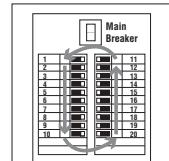

Figura 4
5. Deslice la punta del receptor a lo largo del borde exterior de cada fila de interruptores usando un patrón de pista de carreras como se muestra (Figura 4). Tenga en cuenta que el receptor emitirá un pitido con frecuencia al medir la intensidad de la señal relativa durante la primera pasada.